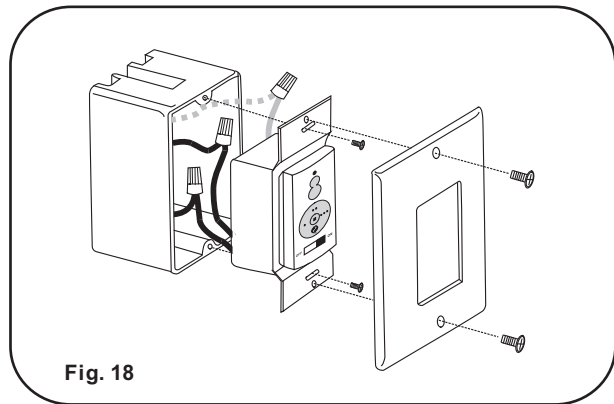

Fig. 18
Paso 3. (Fig. 18) Cuidadosamente meta las conexiones dentro de la caja de distribucion. Asegure el transmisor con los dos tornillos proveidos. Instale la cubierta decorativa y asegurela con los dos tornillos proveidos.